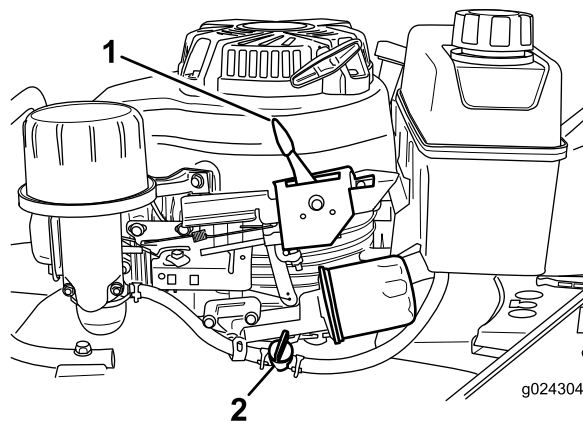

Figura 15
2. Aprite la valvola del carburante spostando la relativa leva verso **destra** (Figura 15).
Rilasciate la barra di comando della lama e spostate la leva del comando dell'acceleratore (Figura 15) in posizione Stop.
Nota: Chiudete la valvola del carburante (Figura 15) se non prevedete di avviare il motore a breve.